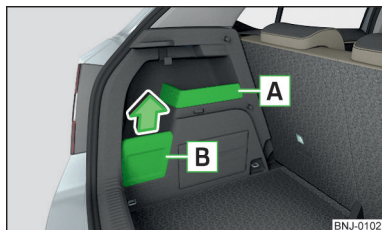

Fig. 99
- Dacă este posibil, așezați bagajul agățat pe cârlig în compartimentul de depozitare **B** » fig. 99 la pagina 89, în caz contrar există pericolul deteriorării capacului compartimentului de depozitare.
- Dacă pe cârlig se agață un bagaj cu o greutate mai mare, decât 2,5 kg, vă recomandăm să detașați capacul compartimentului de depozitare **B** » fig. 99 la pagina 89, în caz contrar există pericolul deteriorării capacului compartimentului de depozitare.
Compartimentele de depozitare » fig. 99
» Scoateți capacul compartimentului de depozitare **B** în sensul săgeții » fig. 99.
Compartimentul de depozitare **A** » fig. 99 este adecvat depozitării obiectelor mici cu o greutate totală de până la 1,5 kg.